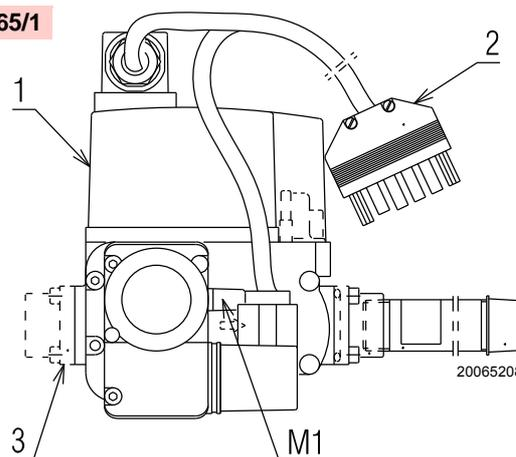
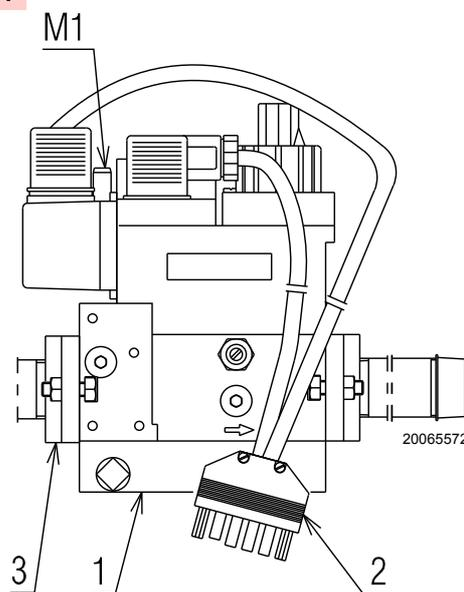

Fig. 15
Fig. 16
La rampa de gas **MBC 65/11**(Fig. 15) está preparada para ser instalada a la izquierda del quemador. En caso de instalación a la derecha, montar la válvula girada 90° con respecto a la brida de salida del gas y con el presostato del gas hacia arriba.
La rampa de gas **MB 405/11**(Fig. 16) está preparada para ser instalada tanto a la derecha como a la izquierda del quemador.
Conectar el conector macho de 6 contactos (2)(Fig. 15 y Fig. 16) de la rampa de gas al conector hembra de 6 contactos (9)(Fig. 4 en la pág. 10) del quemador.